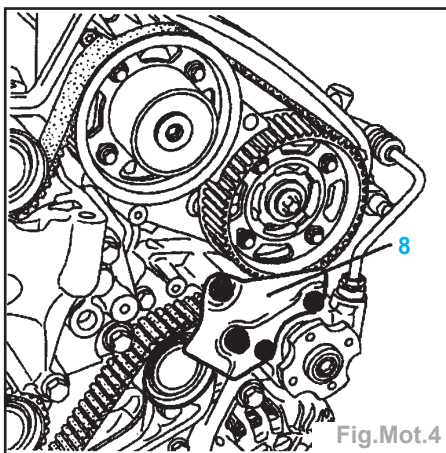

Fig.Mot.4
- la carter tôle (8) (Fig.Mot.4).